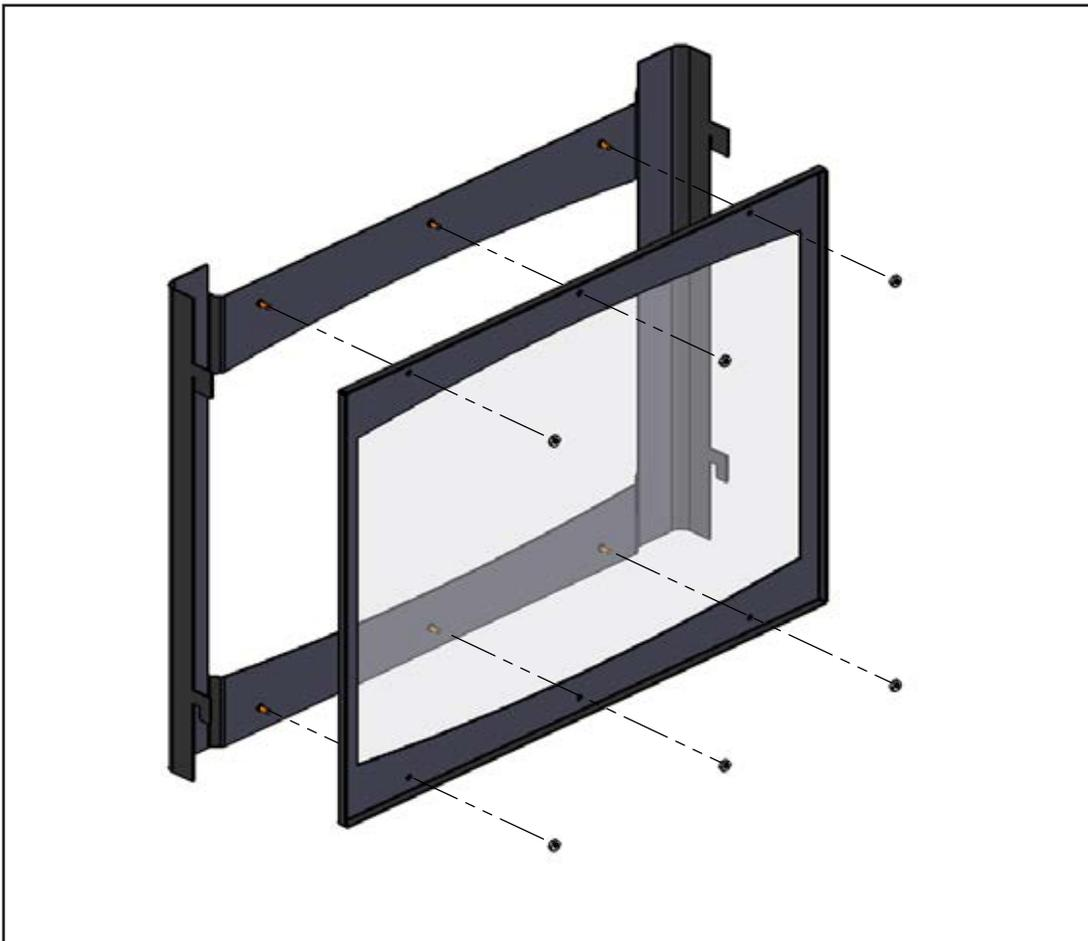

Figure 72: Écran de sécurité Dépose
4. À l'aide d'un 11/32" la clé, retirer les six (6) # 8 écrous comme indiqué à la Figure 72.